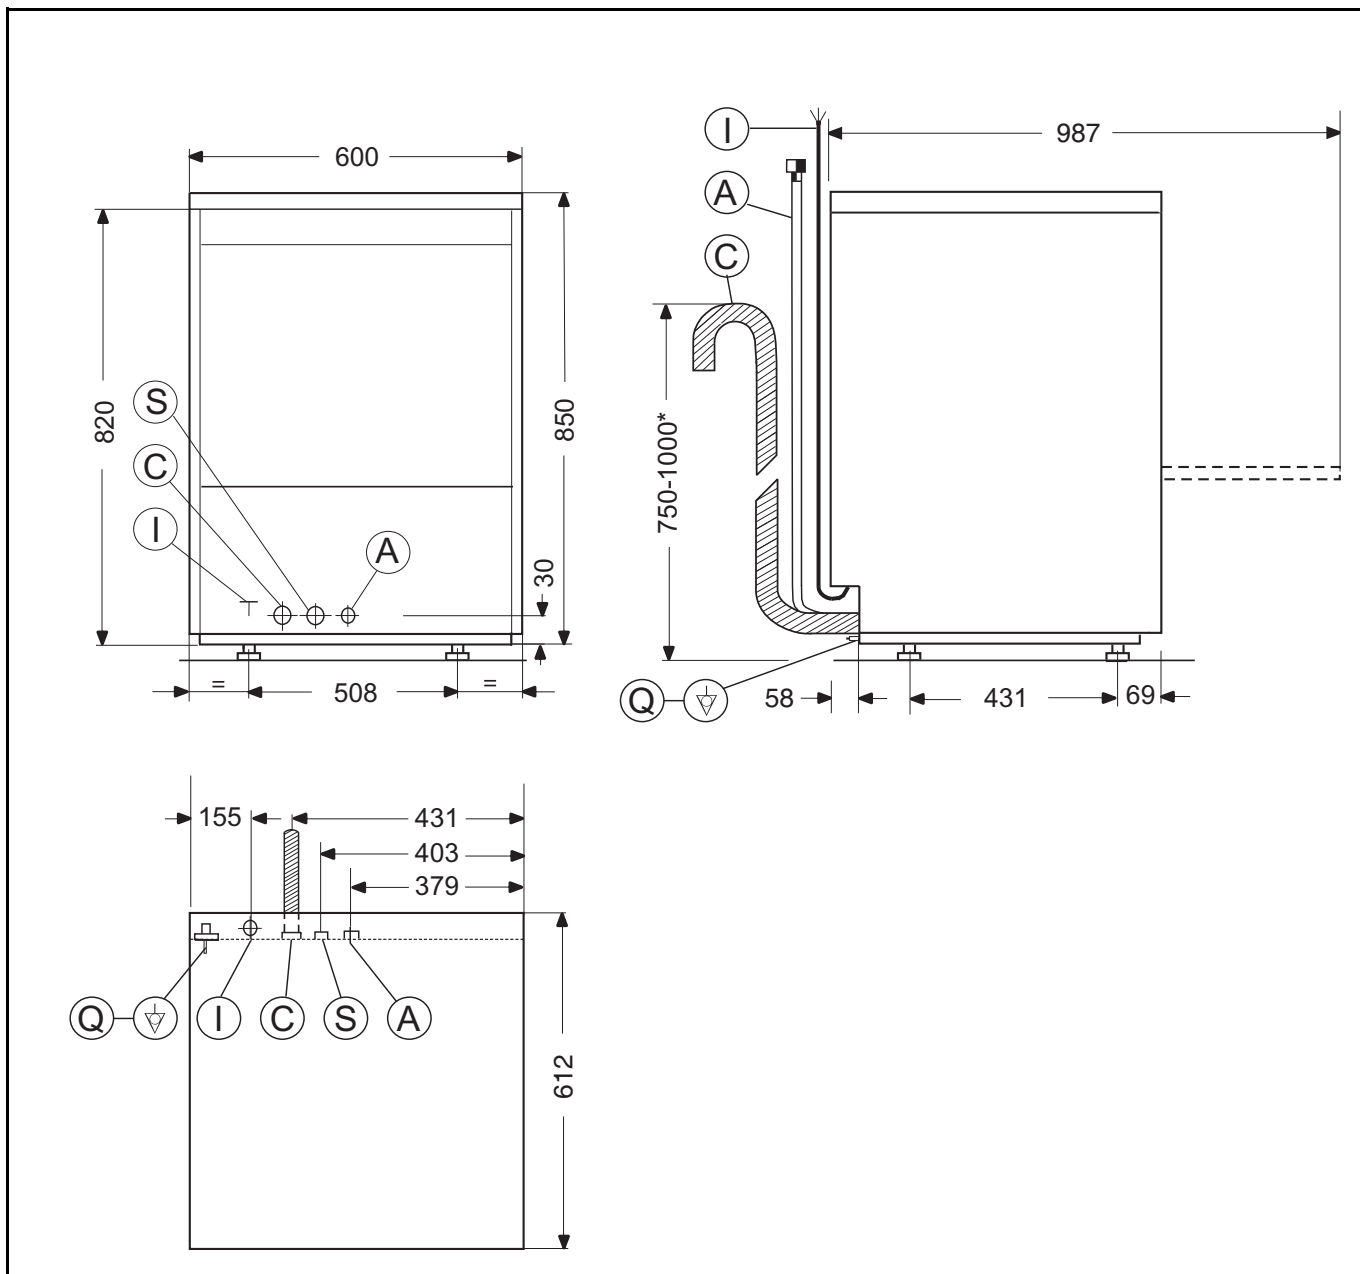
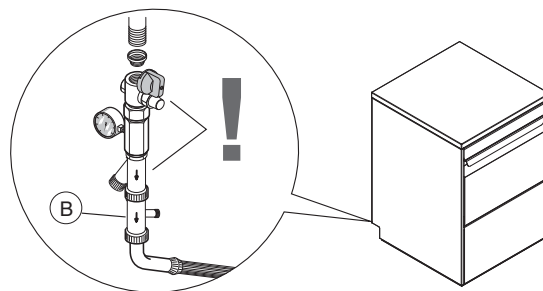

Fig. 4 Installationsdiagram
Fig. 9
**Signaturforklaring Fig. 4**
- Tilslut maskinens vandtilførselsslange "A" (Fig. 4) til vandforsyningen og indsæt en hane, det medfølgende filter samt et manometer (Fig. 9).
- På modeller med blødgøringsanlæg skal man tilslutte den medfølgende, dobbelte ventil med tilbageløbssikring "B" (Fig. 9) og tilførselsrøret til maskinen.
Tilslut afløbsslangen "C" (Fig. 4) til afløbet via en vand-lås, eller anbring slangen over et gulvafløb med vand-lås.
- Forbind jordlederen i forsyningskablet til et effektivt jordstik. Maskinen skal desuden indeholdes i et ækvipotentialssystem, der tilsluttes ved hjælp af skruen "Q" (Fig. 4) med symbolet "⚡". Ækvipotentiallederen skal have et tværsnit på 10 mm2.